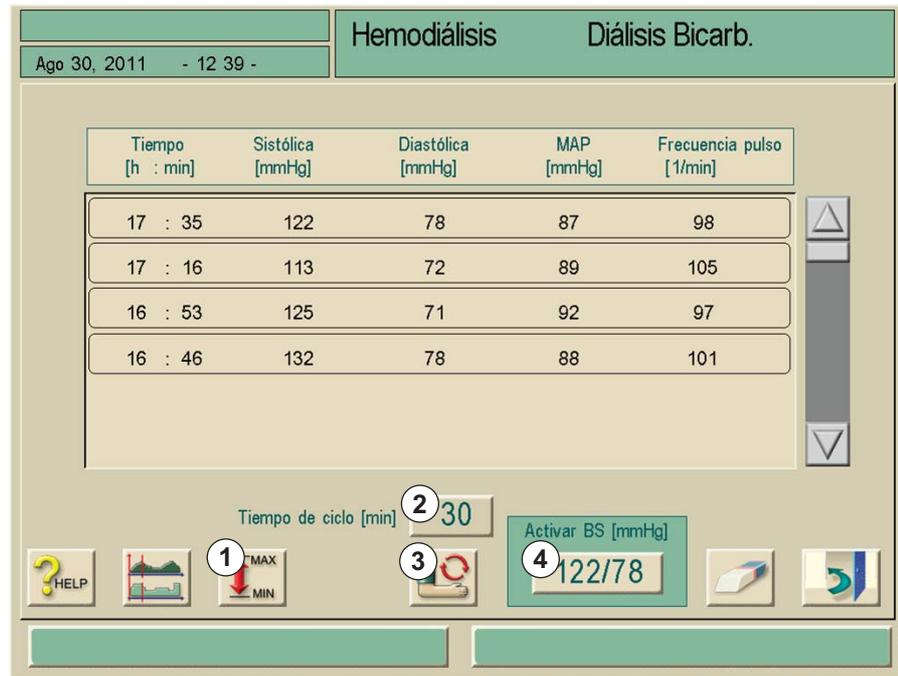
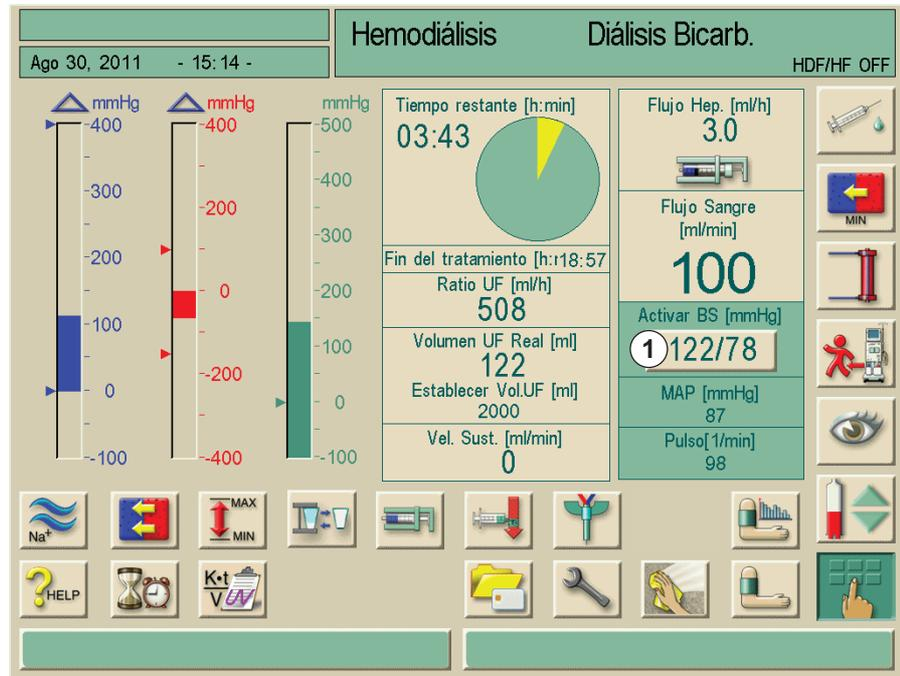

Fig. 11-6 Pantalla "Vista principal de ABPM"
Fig. 11-8 Pantalla "Tratamiento"
1. Pulse el campo **1** en la pantalla "Tratamiento" (Fig. 11-8) y el campo **4** en la ventana "Menú principal de ABPM" (Fig. 11-6 Pantalla "Vista principal de ABPM" (204)).
1. Pulse el icono en la ventana principal de ABPM (Fig. 11-6 Pantalla "Vista principal de ABPM" (204)).